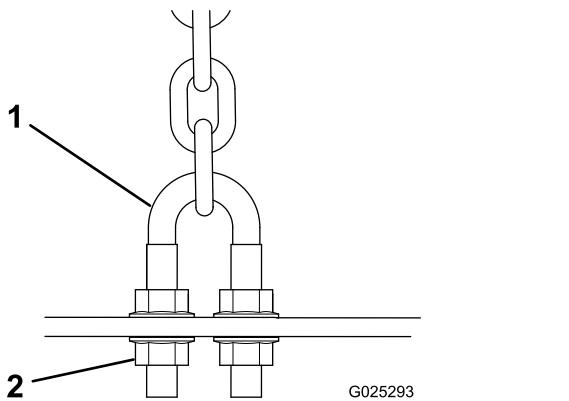

図 16
1. デッキの裏側に昇降チェーン用Uボルトを固定しているナットを外す図 16。
3. 先ほど外したナットを使って、Uボルトをデッキに取り付ける図 16。